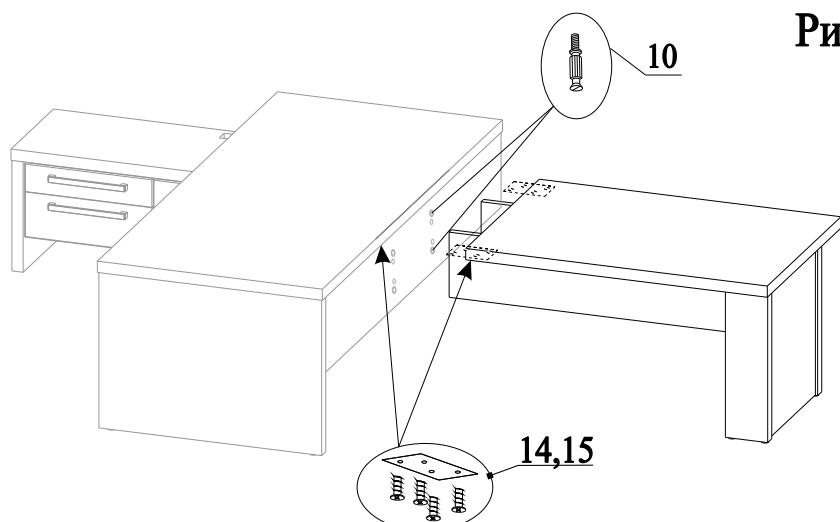

Рис.2
- Вкрутить дюбеля 10 в футорки на соединители стола (рис.2);
- Соединить брифинг со столом пластинами 14, вкрутив винты 15 в футорки на столешнице стола и брифинга, затянуть эксцентрики по часовой стрелке до упора (рис.2)